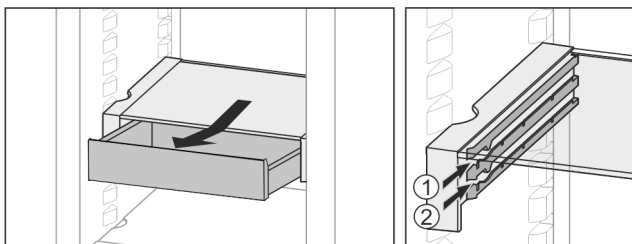

Fig. 26
- Skyv inn i ønsket høyde Fig. 26 (1) eller Fig. 26 (2).